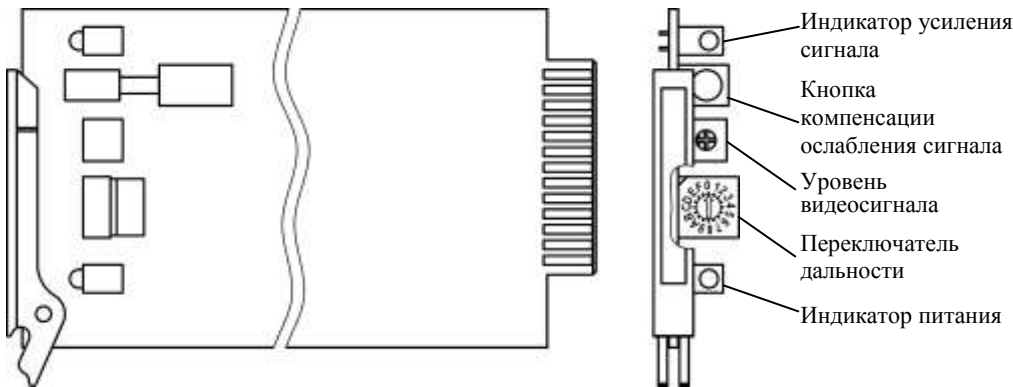

Рис. 2. Плата приёмника.
5. Переключателем дальности, расположенным на плате приёмника (рис. 2), установить значение длины линии по таблице 1.
6.1. Регулировка уровня выходного сигнала (потенциометр Уровень видеосигнала, рис.2) позволяет выровнять уровни видеосигналов от различных камер на видеовходах аппаратуры коммутации и регистрации. Для точной установки размаха полного видеосигнала от уровня синхронизирующих импульсов до уровня белого, равного 1В на нагрузке 75 Ом, необходимо использовать осциллограф.
6.2. Для устранения перекрёстных помех, возникающих при использовании одного кабеля для передачи удалённого (ослабленного) сигнала и сигнала от близко расположенного (100 м - 600 м) к приёмнику передатчика, рекомендуется использовать кнопки «ОСЛАБЛЕНИЕ» (рис. 3) и кнопку компенсации ослабления сигнала (рис.2). При нажатии, на близко расположенном к приёмнику передатчике, кнопки «ОСЛАБЛЕНИЕ» сигнал ослабляется на 16 дБ, для восстановления сигнала до 0 дБ на соответствующем приёмнике необходимо нажать кнопку компенсации ослабления сигнала, при этом загорается жёлтый индикатор.